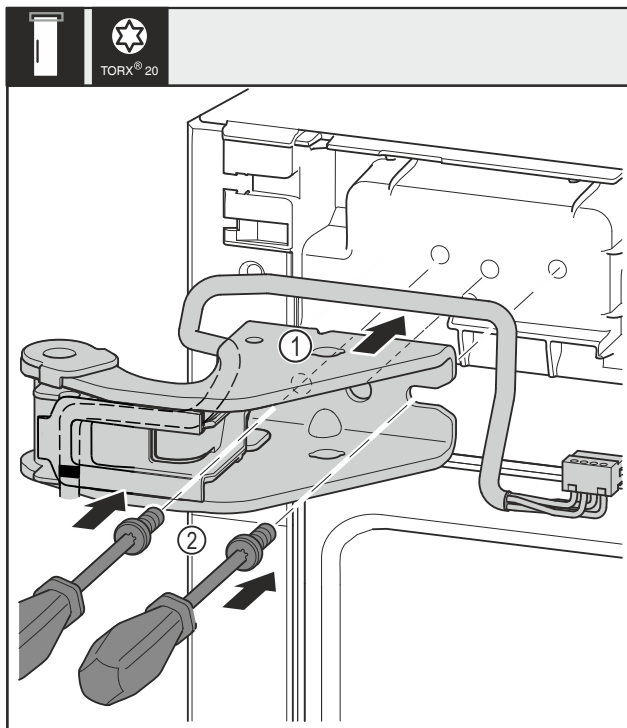

Fig. 35
- Pristavite zgornji ležajni podstavek Fig. 35 (1).
- Vstavite vijake Fig. 35 (2) z izvijačem in jih zategnite.